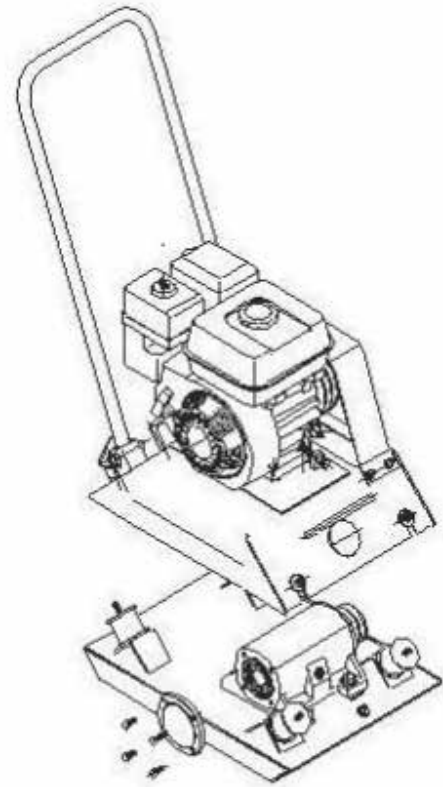

fig.3
4.4 Salida de Aceite lubricante (Fig.3)